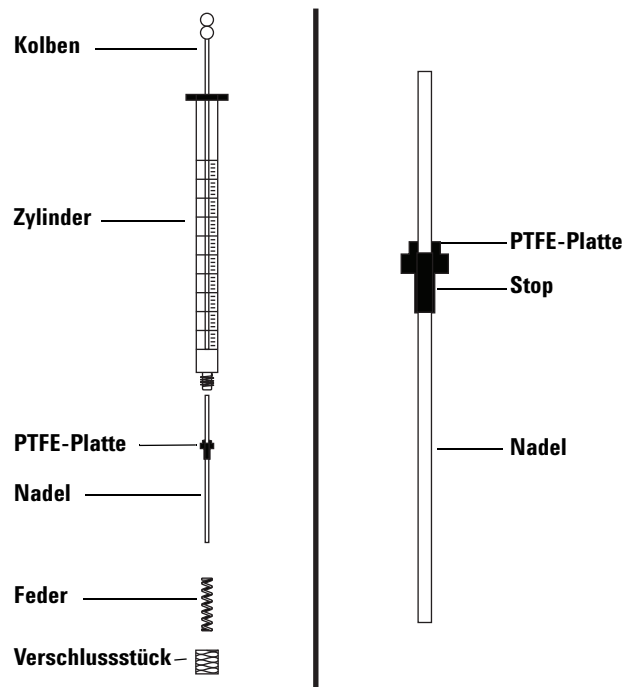

Abb. 76 Spritzenbestandteile
So setzen Sie eine Nadel in einen Spritzenzylinder ein (Abbildung 76):
- 2 Stellen Sie sicher, dass die Nadel über eine PTFE-Platte verfügt (Abbildung 76). Wenn der Spritzenzylinder keine PTFE-Platte besitzt, beachten Sie die Anweisungen in der Spritzenbox, um die Nadel selbst einzuwickeln.